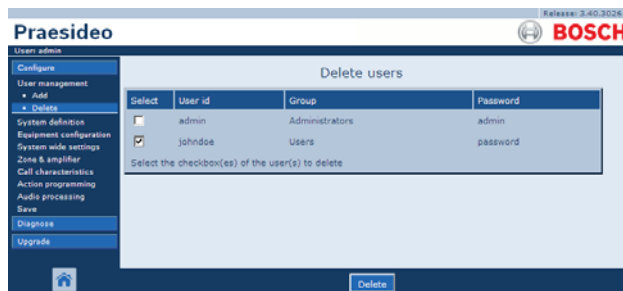

рисунок 42.6: Удаление пользователя, шаг 2
- Установите флажок перед учетной записью, которую требуется удалить (см. рисунок 42.6).